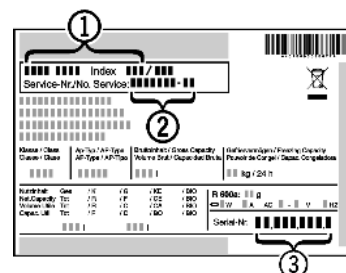

Fig. 10
- ▶ Odczytać z tabliczki znamionowej oznaczenie urządzenia Fig. 10 (1), nr serwisowy Fig. 10 (2) oraz numer seryjny Fig. 10 (3). Tabliczka znamionowa znajduje się po lewej stronie wewnątrz urządzenia.
- ▶ Poinformować serwis i podać opis zakłócenia, oznaczenie urządzenia Fig. 10 (1), nr serwisowy Fig. 10 (2) oraz numer seryjny Fig. 10 (3).